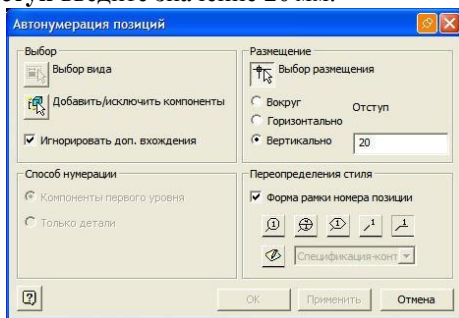

Рисунок 8.12 – Диалоговое окно **Автоумерация позиций**
- В диалоговом окне **Автоумерация позиций** в поле **Размещение** нажмите кнопку **Выбор размещения** и активизируйте переключатель **Горизонтально** (рис. 8.12).